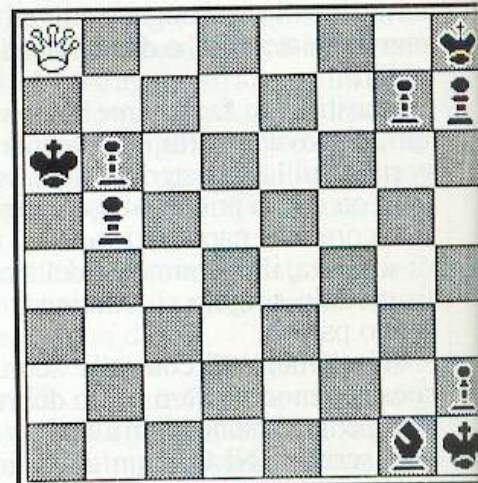

Figura 3.
- **Matto (o scacco matto):** è lo scacco al re che non può essere eliminato da chi lo subisce (figura 3);